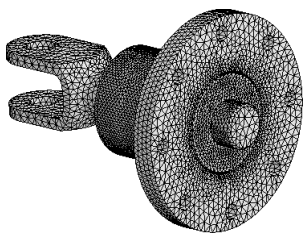

图 7.10.6 网格划分结果
(1) 局部控制一。单击“Mesh”工具栏中的 **Mesh Control** 按钮, 在下拉列表中选择 **Contact Sizing** 选项, 弹出“Details of ‘Contact Sizing’ - Contact Sizing”对话框; 在对话框中的 **Contact Region** 下拉列表中选择 **Rough - SHAFT-BUSH To CONNECTOR-SHAFT** 选项, 在 **Element Size** 文本框中输入数值 3.0, 完成局部控制参数定义。
(2) 局部控制二。再次单击“Mesh”工具栏中的 **Mesh Control** 按钮, 在其下拉列表中选择 **Contact Sizing** 选项, 在“Details of ‘Contact Sizing’ -- Contact Sizing”对话框的 **Contact Region** 下拉列表中选择 **Rough - SHAFT-BUSH To OUT-BUSH** 选项, 在 **Element Size** 文本框中输入数值 3.0, 完成局部控制参数定义。
(3) 单击“Mesh”工具栏中的 **Update** 按钮, 网格划分结果如图 7.10.6 所示。